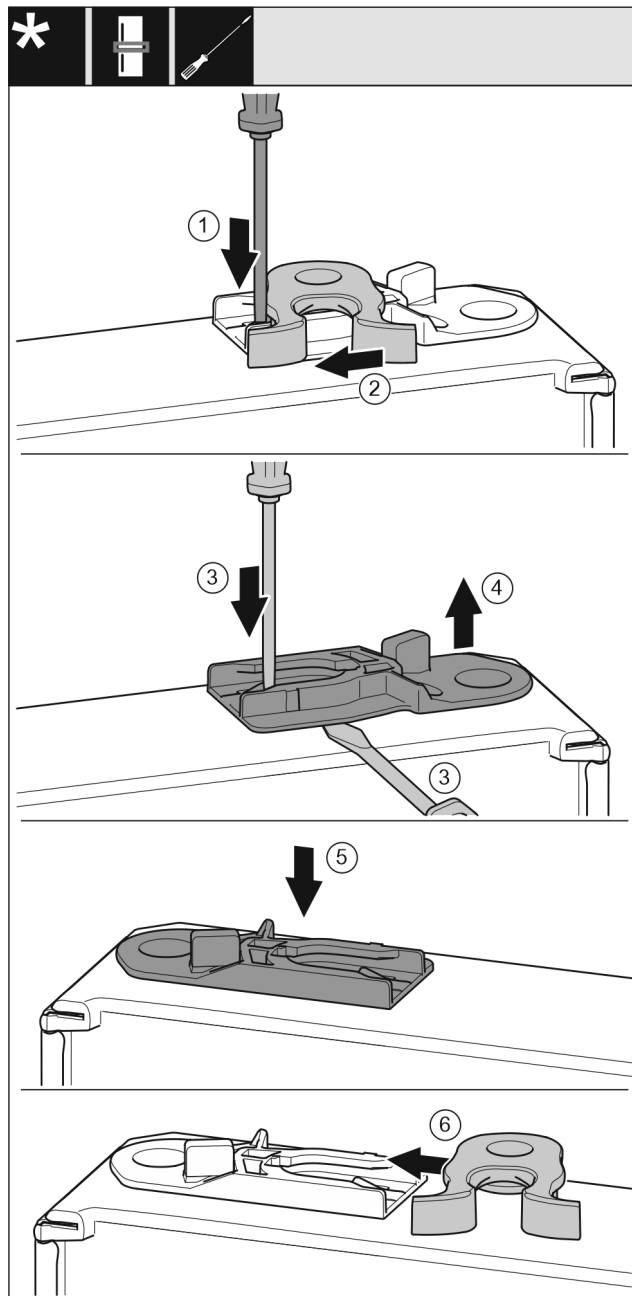

Fig. 27
- Shtypni për poshtë gjuhëzën Fig. 27 (1) me një kaçavidë me kokë petë.
- Nxirrni jashtë nga foleja udhëzuese grepat e mbylljes Fig. 27 (2).
- Nxirrni jashtë manikotën udhëzuese Fig. 27 (3, 4): Shtypni gjuhëzën me një kaçavidë me kokë petë dhe në të njëjtën kohë futni një kaçavidë me kokë petë poshtë manikotës udhëzuese.
- Futni në anën tjetër të kasës manikotën udhëzuese Fig. 27 (5) të përfshirë në përmbajtjen e paketimit. Pajisjet pa amortizator të mbylljes:
- Futni grepat e mbylljes Fig. 27 (6) në folenë udhëzuese.